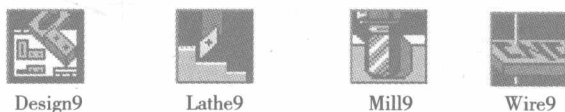

图 1-1 快捷图标
1) 双击桌面快捷图标 (见图 1-1),即可启动 MasterCAM 9.0 相应的模块软件。